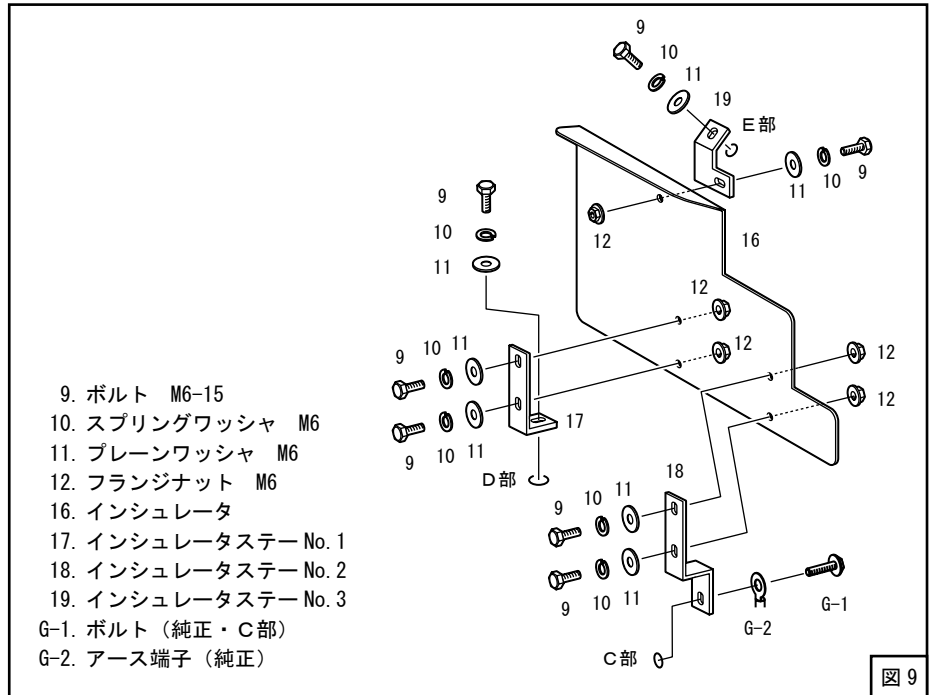
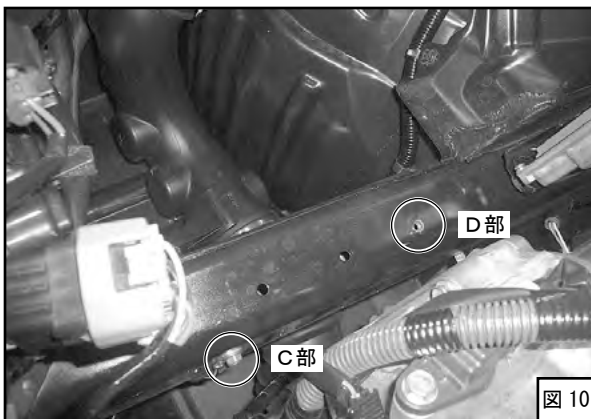
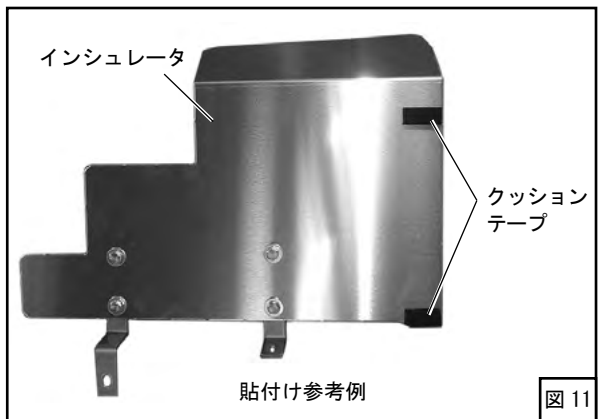

図 9
図 10
図 11
(5) インシュレータにインシュレータステーを仮付けしてください。(図9)
(6) インシュレータを車輻に仮付けして、干渉する箇所にクッションテープを貼付けてください。(図2、図9、図10、図11)